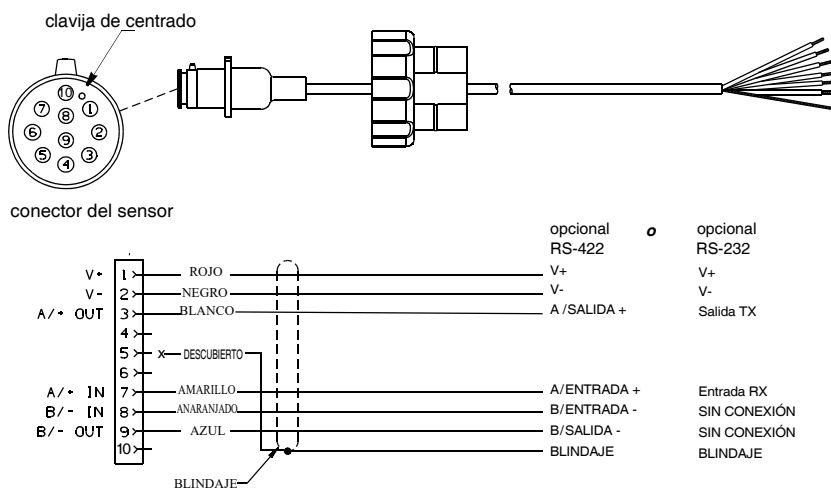

Figura 4. Cable sensor NMEA 0183
Si el cable del sensor no tiene conector en el extremo correspondiente al visor, debe conectarse directamente. Con referencia al manual suministrado con el visor, conecte los cables coloreados como se muestra en la Figura 4.
**PRECAUCIÓN:** El sensor se ajusta a la norma RS-422 o RS-232. Se debe seguir el diagrama de cableado que se indica en la Figura 4 correspondiente al sensor. Si se conecta según la norma equivocada, no transmitirán ni se recibirán los datos correctamente.
2. Pele 60 mm (2-1/2") del forro exterior y del blindaje del extremo cortado del cable (figura 4).